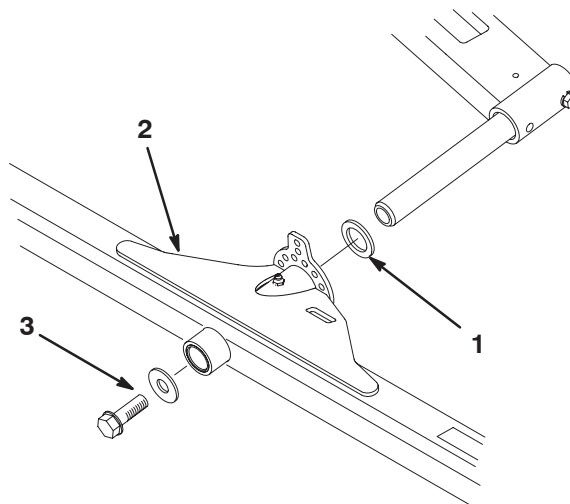

Bild 10
1. Schieben Sie eine Druckscheibe auf die Gelenkstange des Hubarms (Bild 10).
2. Schieben Sie das Mähwerkchassis auf die Gelenkstange und befestigen Sie es mit einer flachen Scheibe und einer Bundkopfschraube (Bild 10).